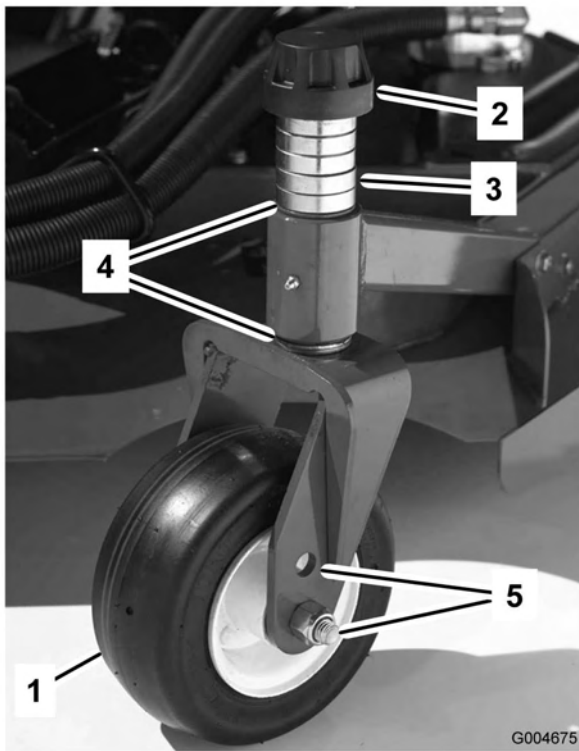
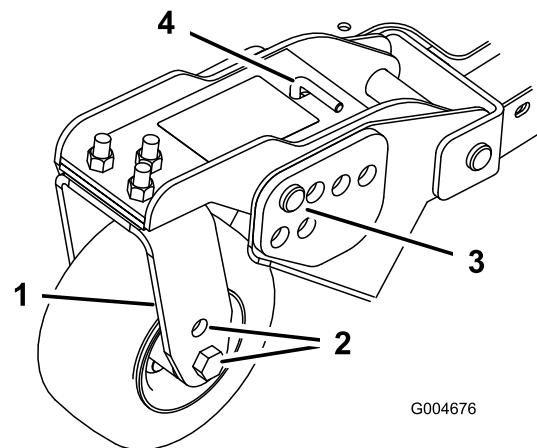
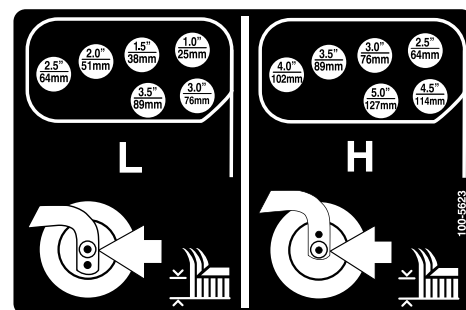

Bild 18
Bild 20
Bild 21
- Stecken Sie die Laufradachsen in allen Gabeln in die gleichen Löcher (Bild 18 und Bild 20). Siehe die nachstehende Tabelle, um das richtige Loch für die jeweilige Einstellung festzustellen.
- Entfernen Sie die Spannkappe von der Spindelwelle (Bild 18) und ziehen die Spindel aus dem Laufradarm heraus. Ziehen Sie zwei Beilagscheiben (3 mm) so auf die Spindelwelle, wie sie ursprünglich montiert waren. Diese Beilagscheiben sind erforderlich, um alle Mähwerke über die Breite auf ein Niveau zu bringen. Ziehen Sie die erforderliche Anzahl von 13 mm Distanzstücken (siehe die nachstehende Tabelle) auf die Spindelwelle, um die gewünschte Schnitthöhe herbeizuführen; ziehen Sie dann die Scheibe auf die Welle auf.
- Entfernen Sie den Splint und den Lastösenbolzen von den Laufradgelenkarmen (Bild 20).
im Mähwerkrahmen ausgerichtet sind (Bild 20 und Bild 21).